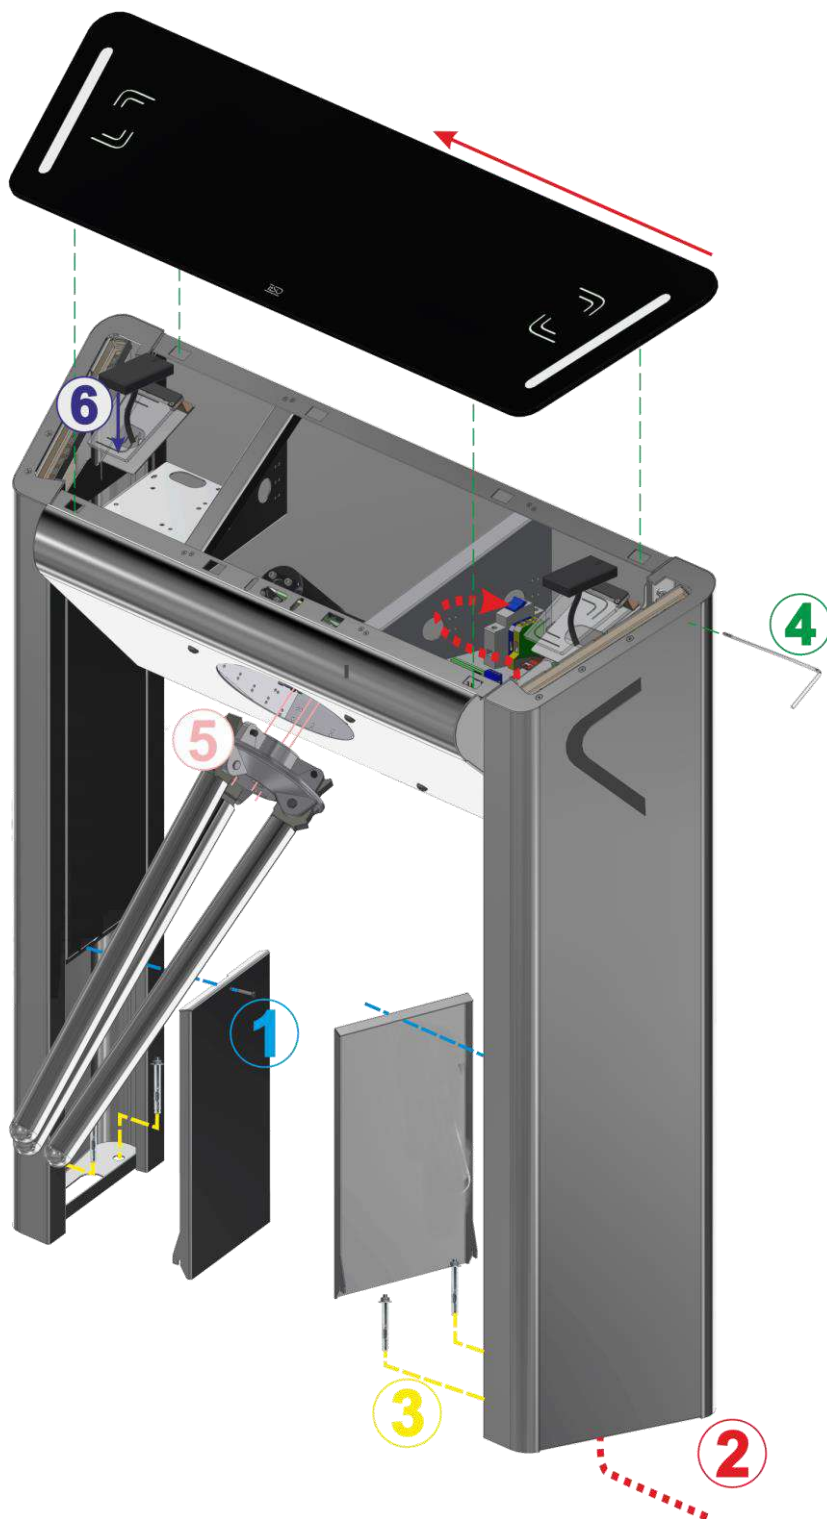

Рис. 16 – Загальний вид складання турнікета-трипода «ONYX-M»
9) Для доступу до отворів кріплення основи турнікета-трипода «ONYX-M» (Рис.16) необхідно: